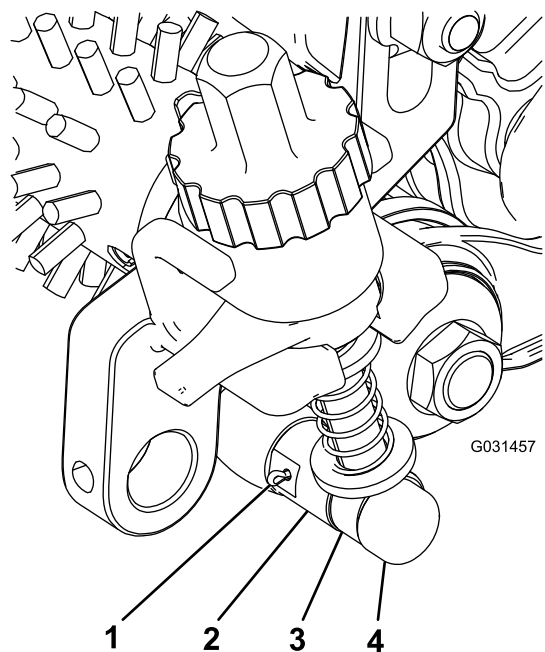

Figura 20
4. Allineate l'asta del gruppo del braccio di regolazione accanto al gruppo tendicinghia al collare di regolazione sul gruppo tendicinghia e fissatela con un perno di regolazione e una coppiglia (Figura 20).